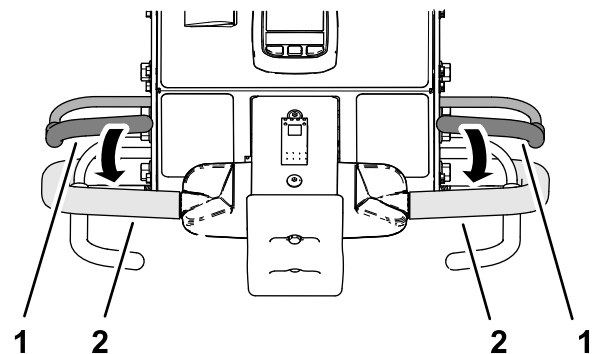

Bild 100
- Fassen Sie den linken oder rechten Lenker und den Schaltbügel (Bild 100), und drücken Sie den Schaltbügel an den Lenker.